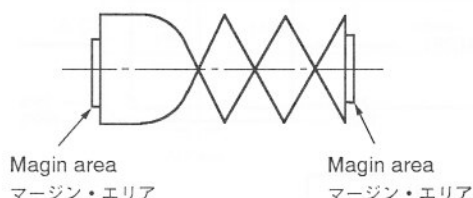

Fig. 5-3
- 1). Turn the P2 post (supply side guide roller) clockwise using a wrench until the margin area on the envelope (supply side) disappears, then turn the guide roller counterclockwise until the margin area reappears. (Refer to Fig. 5-3)
- 1). P2 ポスト (入側ガイドローラー) を二股レンチにて右に回し、エンベロープの入側のマージン・エリア部が無くなるまで下げ、今度はガイドローラーを左に回し、マージン・エリア部が出るまで戻す。(Fig. 5-3参照)